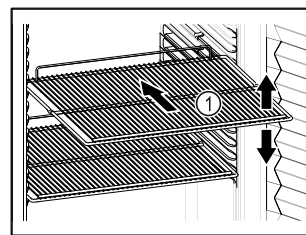

Fig. 48 Beispielhafte Darstellung
- Wenn Abstellroste Fig. 48 (1) versetzbar sind, je nach Höhe anpassen.